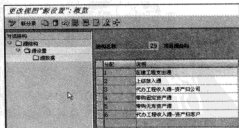

图 9-56 设置“源结构”中的分配项
STEP 2 创建完结构后，在右栏中选择新创建的“项目源结构”选项，在左边栏目中选择菜单中的“源设置”项，双击后即可看到右边栏目中会显示关于“Z9 项目源结构”中所对应的分配项，如图 9-56 所示。
STEP 3 在图 9-56 中的分配结构选择指定的分配项，然后在左边栏目中选择菜单中的“源数据”项，双击后即可看到右边栏目中会显示关于“1 在建工程支出源”中所对应的源文件细节内容，如图 9-57 所示。在此界面中，可以为分配项选择对应的“成本要素”。